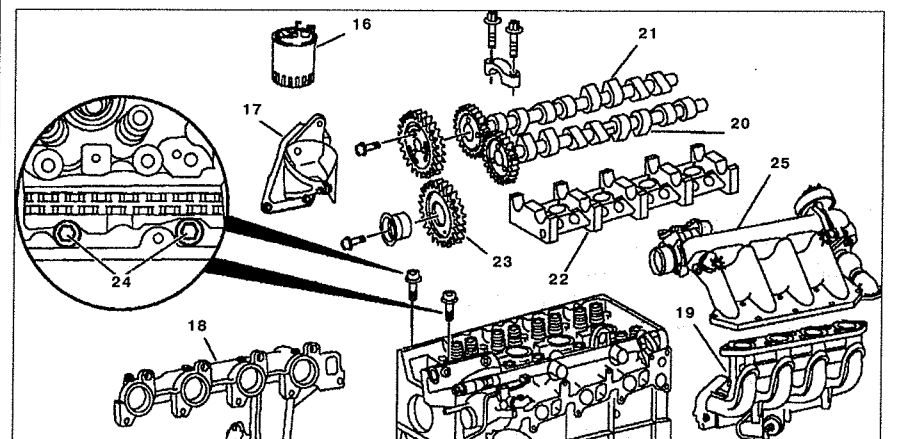

Рис. 5.26. Головка блока цилиндров:
6. Снимите кронштейн крепления топливного фильтра 17 к головке блока цилиндра 27 (см.рис.5.26).